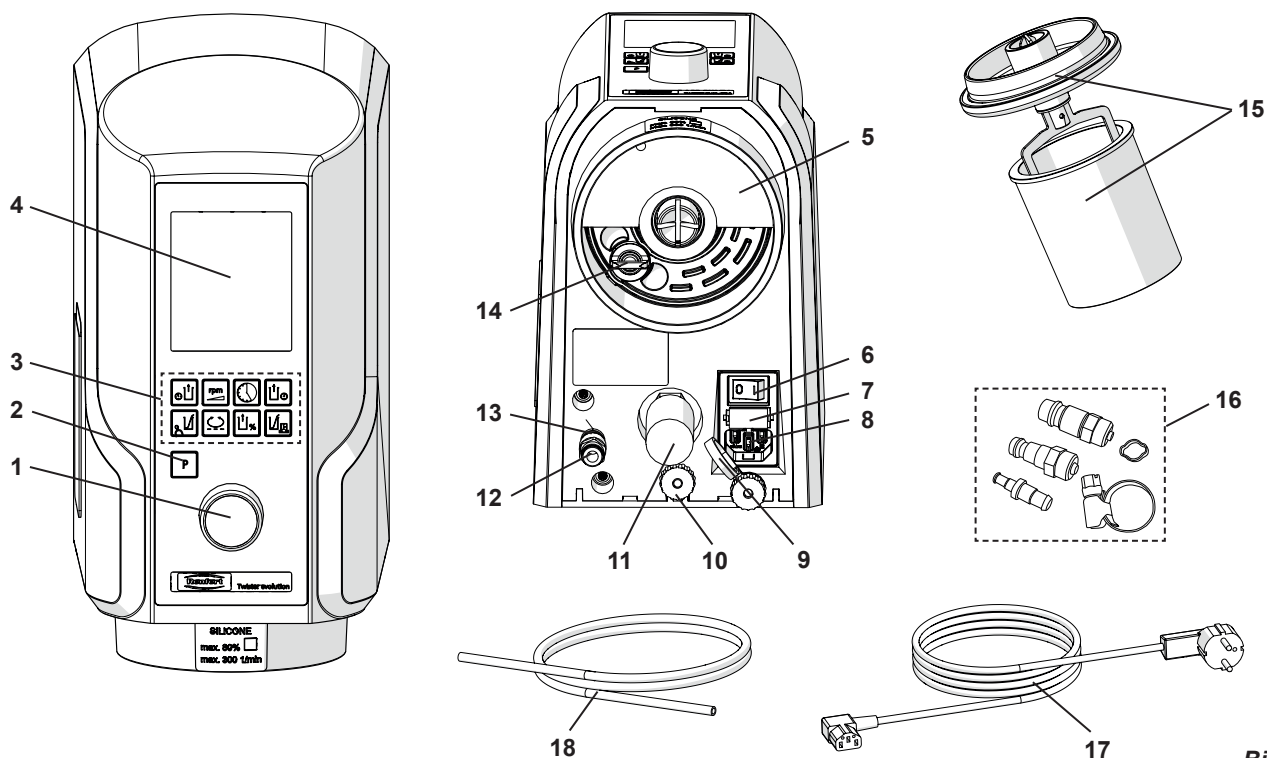

Bild 1
- ⇒ För in tryckluftsslangen (18) i slanganslutningen på tryckluftsanslutningen (12) så långt det går. Ett litet motstånd måste övervinnas märkbart.
- ⇒ Välj vid anslutning av tryckluftsnätet en lämplig slangkoppling från den bifogade satsen (16, bild 1) och fäst den på slangens ände.